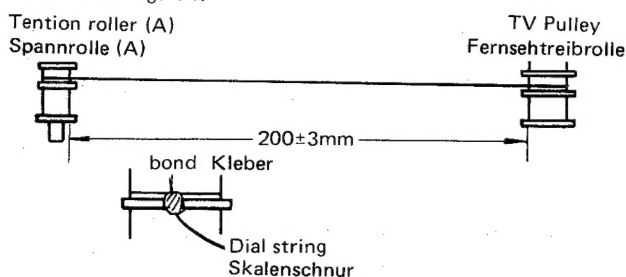
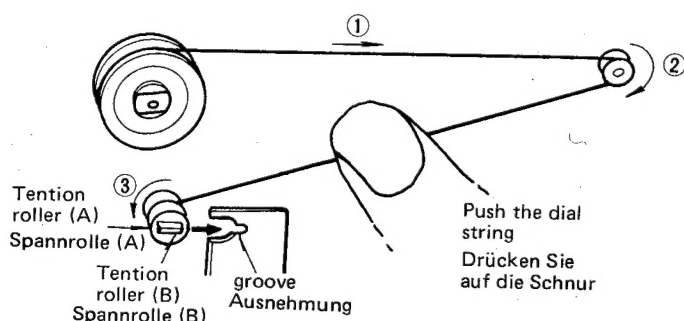

Fig. 11 Abb. 11
Fig. 12 Abb. 12
2. Follow steps ① to ③ for correct stringing as shown in Fig. 12.
3. Wind the dial string to the tention roller (A) several turns, then turn the tention roller (B) counterclockwise seven times for getting appropriate tention.
4. Fix the dial string on the Tention roller (A) and TV pulley with bond as shown in Fig. 11.
5. Insert the tention roller (B) to groove on the TV bracket as shown in Fig. 12.
2. Gehen Sie für richtige Schnuranbringung entsprechend den in Abb. 12 gezeigten Schritten 1 bis 3 vor.
4. Kleben Sie die Skalenschnur an der Spannrolle A sowie an der Fernsehtreibrolle mit Kleber an, wie in Abb. 11 gezeigt.
5. Schieben Sie die Spannrolle B in die Ausnehmung der Fernsehstütze, wie in Abb. 12 gezeigt.